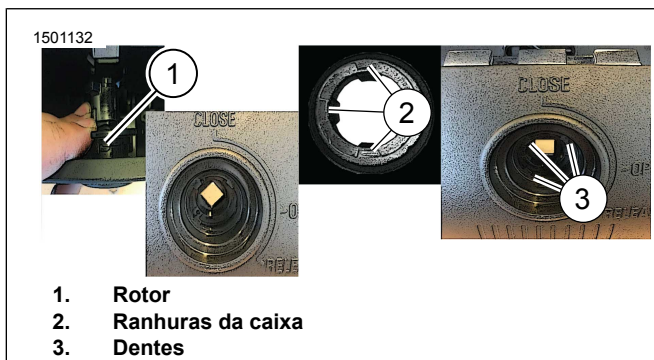

Figura 7. Alojamento
- b. Figura 7 Posicionar o rotor (1) manualmente.
- a. Figura 7 Alinhar as três ranhuras (2) da caixa com os três dentes (3) da alavanca de desbloqueio.